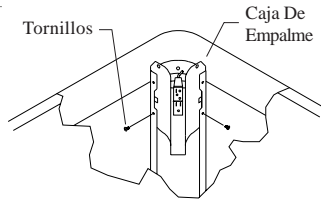

Fig. 3
- **Quite la caja de empalme.** La caja de empalme se encuentra en el rincón superior del interior del enfriador. Quite los dos tornillos de la caja y deslice la caja hacia abajo para tener acceso al cableado (fig. 3).